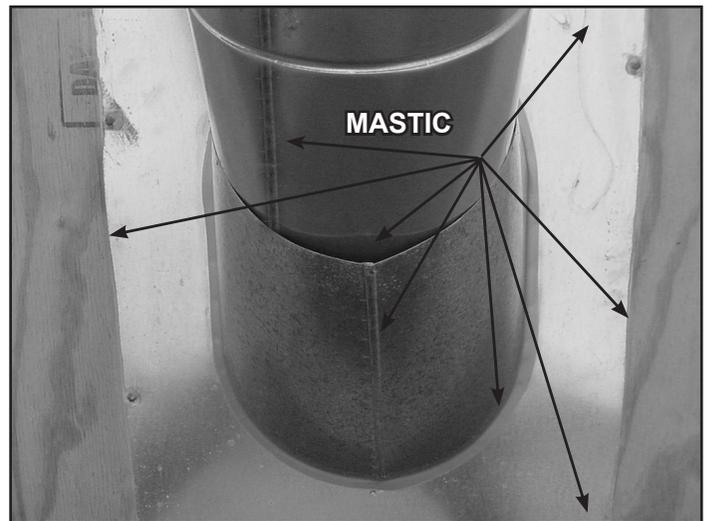

Figure 7.12
- Glissez le solin sur le conduit sortant du toit, comme montré à la figure 7.12.
- Appliquer du mastic au contour du solin où il entre en contact avec la surface du toit. Voir la figure 7.12.